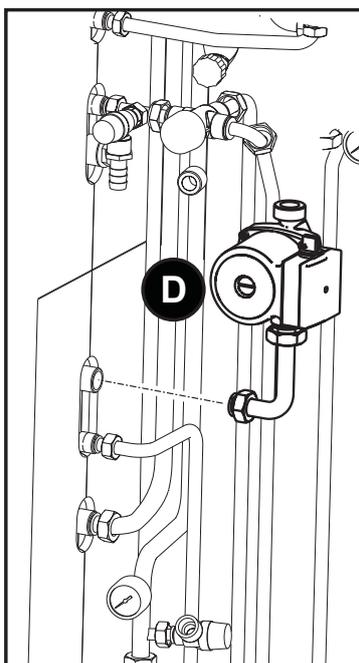

fig. 34
- Fissare la “Tubazione ritorno impianto / scambiatore - 14” tra pompa D (fig. 34) e caldaia